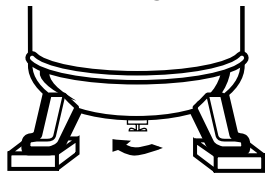

Figure 6 - Ouverture du Robinet de Purge
1. Ouvrir le robinet de purge et faire fonctionner le compresseur pour 60 minutes (Voir la Figure 6).